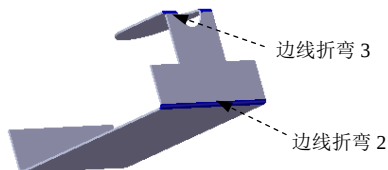

图 7.3.13 定义展开的折弯特征
Step4. 定义展开的折弯特征。在模型上单击图 7.3.13 所示的两个折弯特征，系统将所选的折弯特征显示在 **要展开的折弯:** 列表框中。